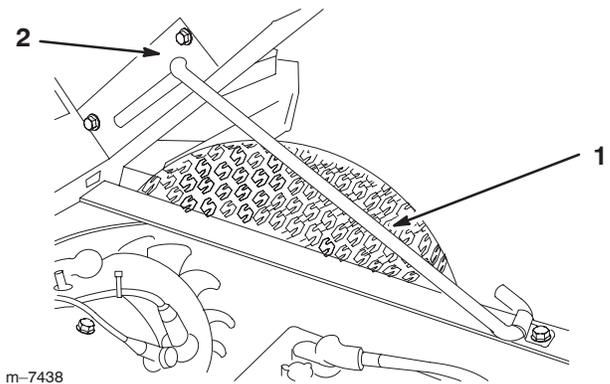

Bild 23
2. Ziehen Sie die Stützstange in die Auskerbung, um die Ladepritsche zu sichern (Bild 23).